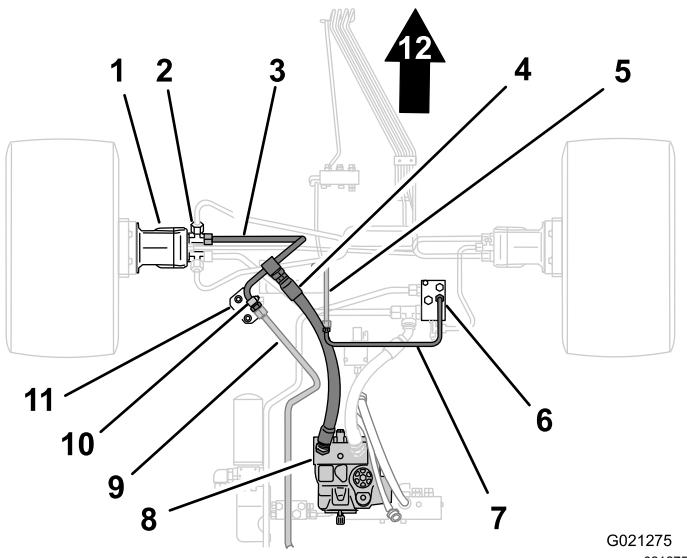
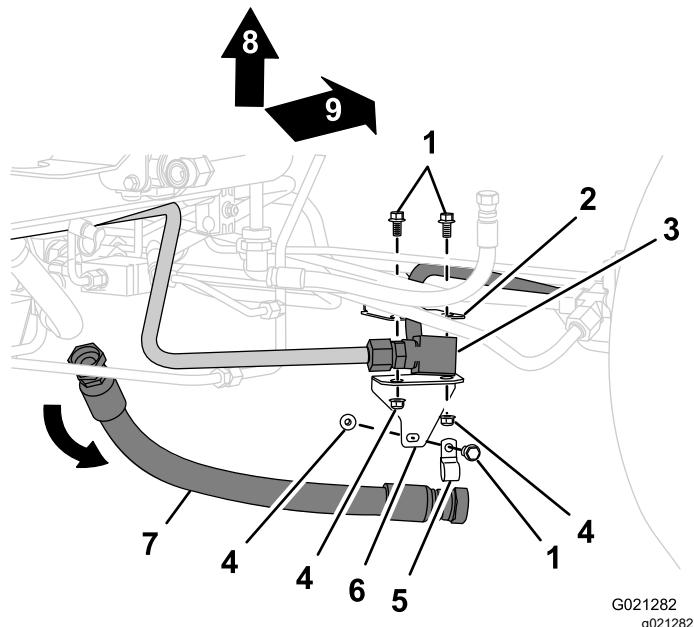

Figura 2
Figura 3
1. Allineate una bacinella di spurgo sotto l'estremità anteriore del flessibile della pressione (Figura 2).
2. Togliete l'estremità anteriore del flessibile della pressione dal raccordo nel tubo divisore e lasciate spurcare il fluido idraulico dal flessibile e dal tubo (Figura 3).
3. Togliete l'estremità posteriore del flessibile della pressione dal raccordo nella pompa idraulica e rimuovete il flessibile della pressione; fate riferimento a Figura 2 e Figura 3.
2. Rimuovete il dado del tubo per il tubo trasversale dal raccordo nel collettore della trazione posteriore (Figura 2 o Figura 3).
3. Rimuovete il dado del tubo per il tubo del filtro dal raccordo nel tubo trasversale e rimuovete il tubo trasversale (Figura 2 o Figura 3).
1. Rimuovete il bullone e il dado che fissano il tubo divisore alla staffa del tubo e rimuovete il morsetto (Figura 3 o Figura 2).
2. Rimuovete i 2 bulloni e i 2 dadi che fissano la staffa del tubo alla staffa dello chassis (Figura 3 o Figura 2).
2. Rimuovete il dado del tubo del tubo divisore dal raccordo a T nel motore di trazione anteriore sinistro e rimuovete il tubo dalla macchina (Figura 2 o Figura 3).